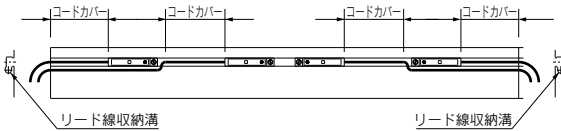

図1 オートスイッチ取付け位置
オートスイッチを複数使用される場合には必ずリード線装着溝を利用してシリンダ端面より引出してください。(図1参照 太線：リード線)
- 2) コードカバーを所定長さ(図1参照)にカッターまたはチューブカッターにて切断してください。